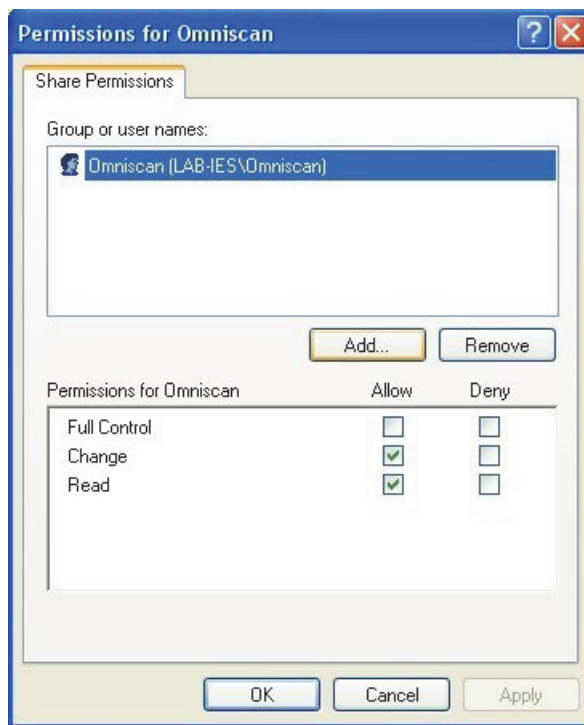

Figura 7-17 La finestra di dialogo Autorizzazioni per Omniscan con Windows XP
11. Nella precedente finestra di dialogo **Autorizzazioni per OmniScan** (Permissions for Omniscan), selezionare le caselle **Modifica** (Change) e **Lettura** (Read) nella colonna **Consenti** (Allow), ed in seguito cliccare su **OK** (vedere Figura 7-17 a pagina 233).